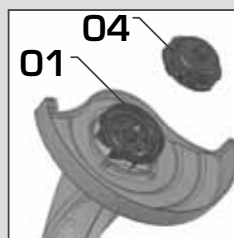

Fig. 08
Em seguida recoloca o conjunto(tampa e carretel)(4) pressionando-o contra o porta carretel(1), e girando-o em sentido horário até perceber o "click" de encaixe **[Fig 08]**.